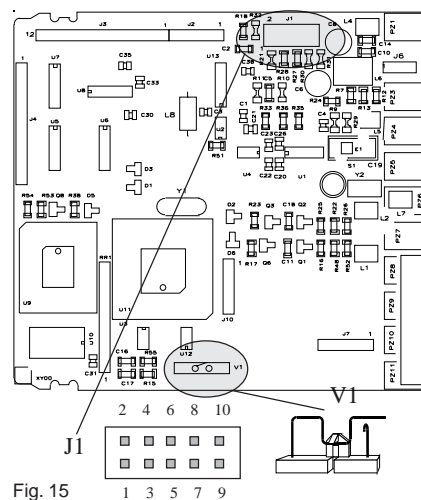

Fig. 15
- 2) Préparer le contact interne V1 sur la position ouverte (voir fig. 15).